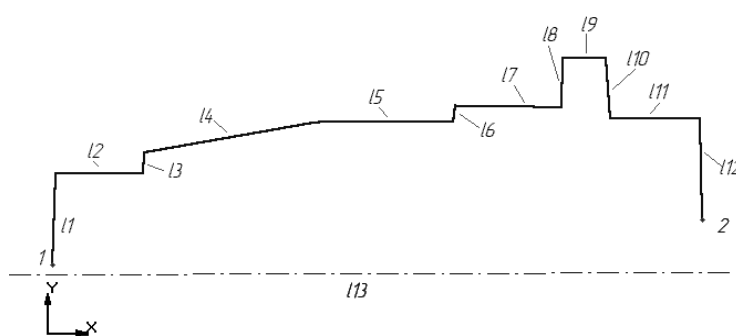

Рис. 2
6. Вызовите команду **Непрерывный ввод**  и произвольно изобразите разомкнутый контур согласно рис.2.
9. Вызовите команду **Горизонталь**  и установите это отношение для отрезков *12, 15, 17, 19, 111* и *113* (см. рис.2).
11, 13, 16, 18, 110 и 112 (см. рис.2).